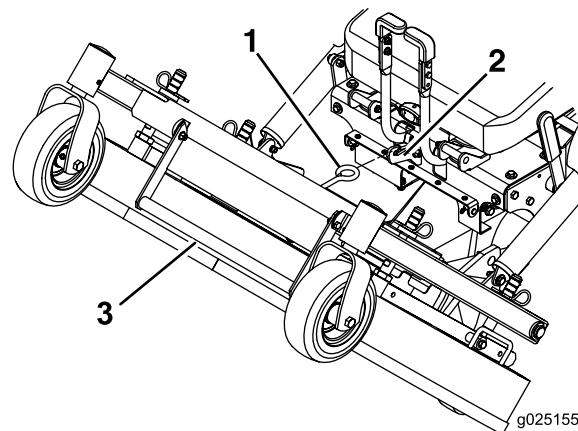

Figure 9
- À l'aide de la poignée de levage du tablier, levez le tablier et verrouillez-le dans cette position (le verrou est situé à l'avant au centre du siège), comme montré à la Figure 9.
1. Tenez fermement la poignée de levage du tablier de coupe, décrochez le verrou de la machine et abaissez lentement le tablier au sol (Figure 9).
2. Poussez les goupilles de verrouillage vers l'intérieur et tournez-les vers l'avant pour verrouiller solidement le tablier en position abaissée (Figure 9).